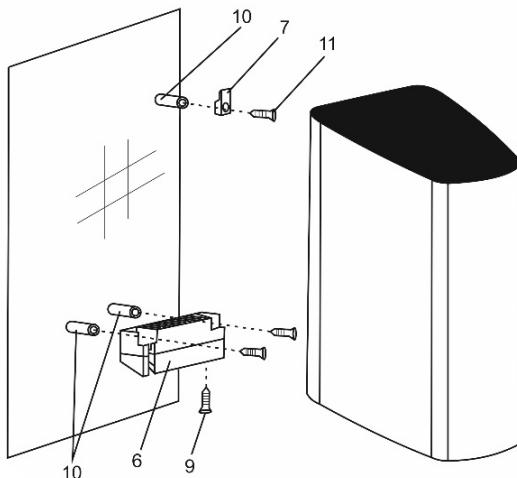

Fig. 4
- [Fig. 4] Inserire i perni (10) negli appositi fori e fissare il gancio (7) e il supporto inferiore (6) alla parete.